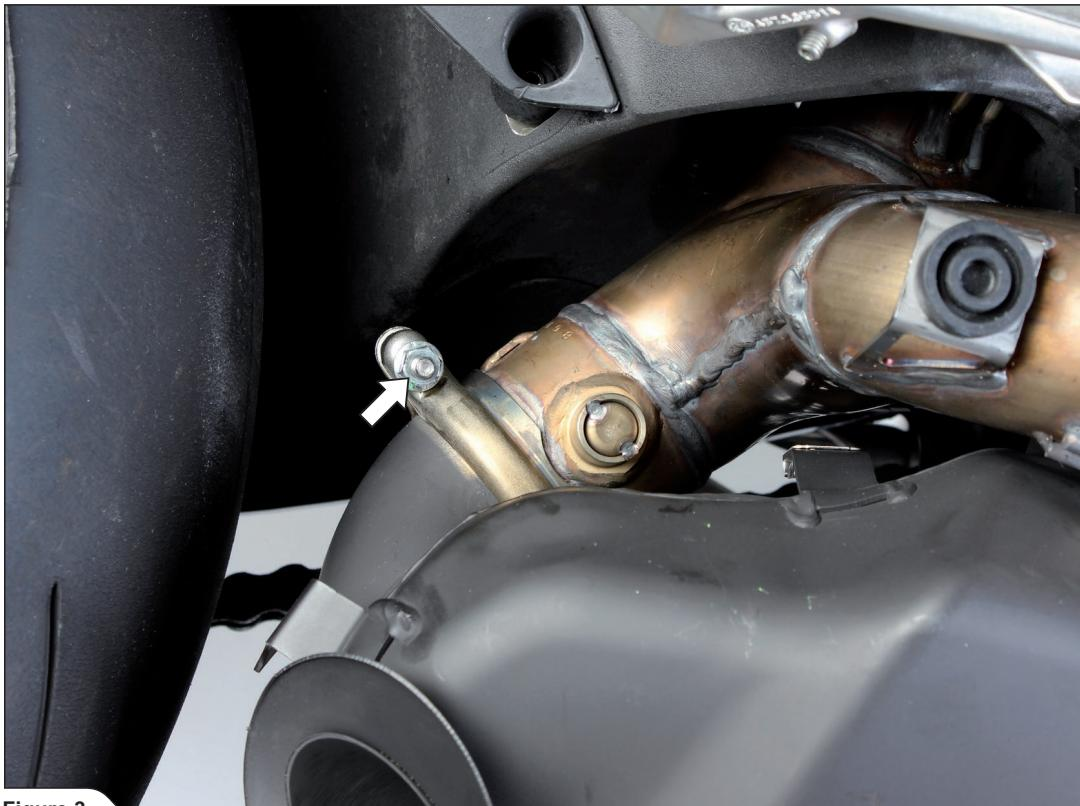

Figure 3
3. 車両の両側から、サイレンサーの図に示すクランプ、ボルト、ナットを緩めて外します。サイレンサーを慎重に車両から取り外します（図 3, 4, 5, 6）。